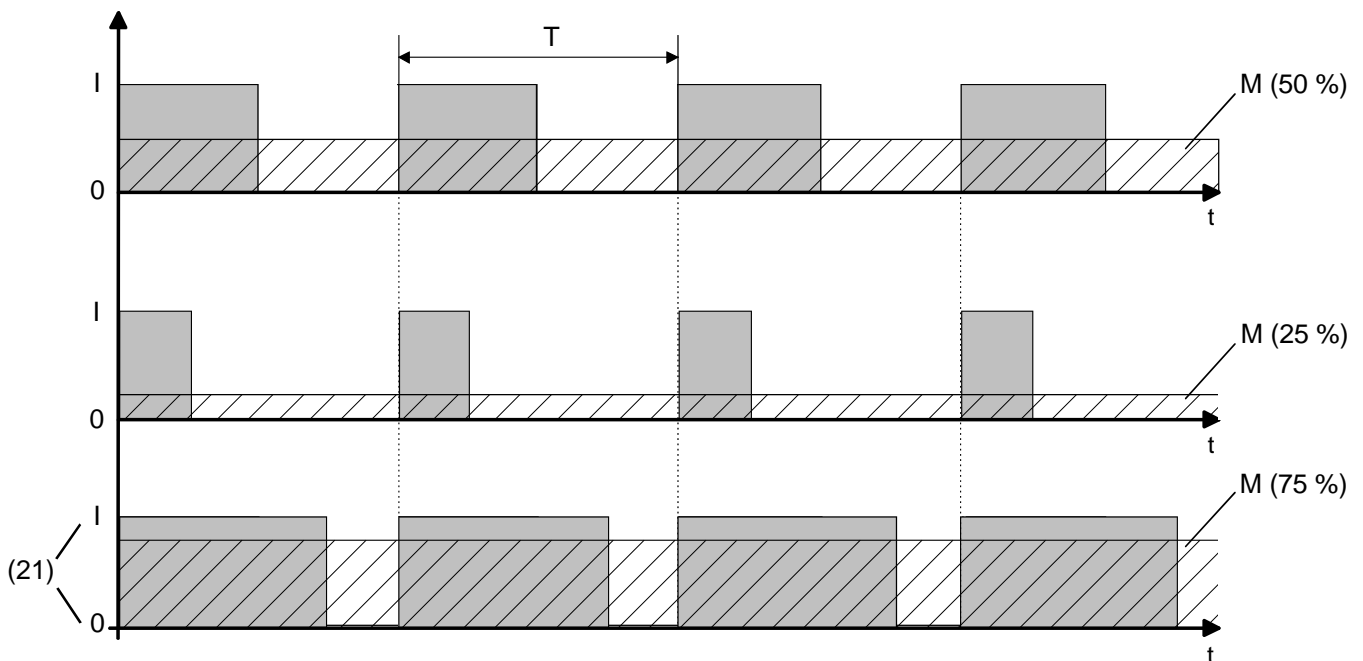

Bild 55: Pulsweitenmodulation eines Ventil-Ausgangssignals
Sobald der Raumaktor eine stetige Stellgröße oder einen in der ETS konfigurierten stetigen Ventil-Sollpositionswert an einem Ventilausgang einstellen soll, moduliert er das Ausgangssignal über die Einschalt-Pulsweite. Der aus dieser Modulation resultierende Mittelwert (M) des Ausgangssignals ist unter Berücksichtigung der im Aktor einstellbaren Zykluszeit (T) ein Maß für die gemittelte Ventilstellung des Stellventils und somit eine Referenz für die eingestellte Raumtemperatur (siehe Bild 55).